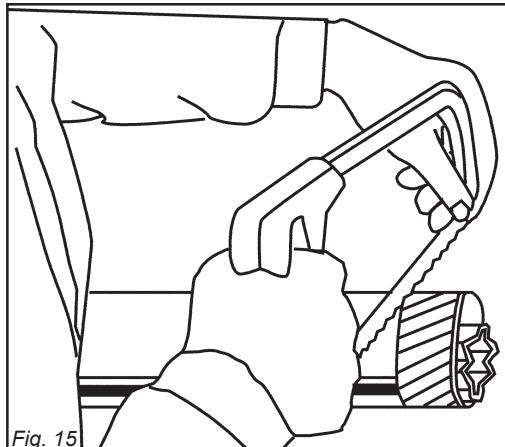
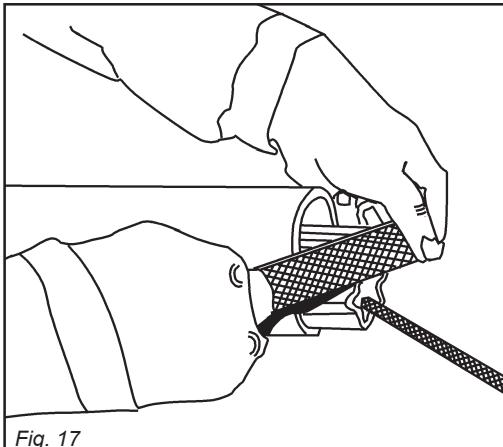
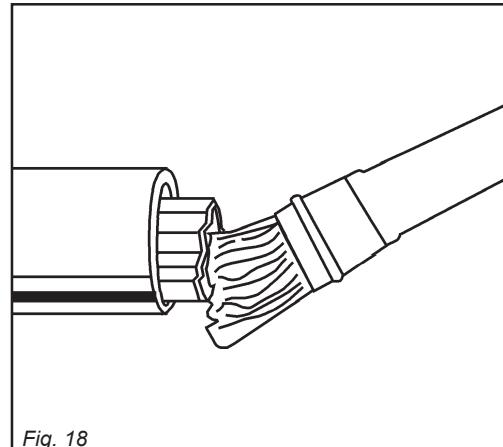

Fig. 15
Fig. 17
Fig. 18
- Accorciare i tubi scorrevoli di una stessa lunghezza (Fig. 15 e 16), sbavare e pulire (Fig. 17) e ingrassare l'interno del tubo esterno (Fig. 18).
- Shorten the sliding tubes by the same extent (Fig. 15 and 16), deburr and trim (Fig. 17), then grease the inside of the outer tube (Fig. 18).
- Raccourcir les tubes coulissant de la même longueur (Fig. 15 et 16), ébavurer et nettoyer (Fig. 17) puis graisser l'intérieur du tube extérieur (Fig. 18).
- Die Gleitrohre um die gleiche Länge (Abb. 15 und 16) kürzen, sie abraten und reinigen (Abb. 17) und das Innere des Außenrohrs schmieren (Abb. 18).
- Acortar los tubos corredivos de modo uniforme (Fig. 15 y 16), quitar las rebabas y limpiar (Fig. 17) y engrasar dentro del tubo externo (Fig. 18).